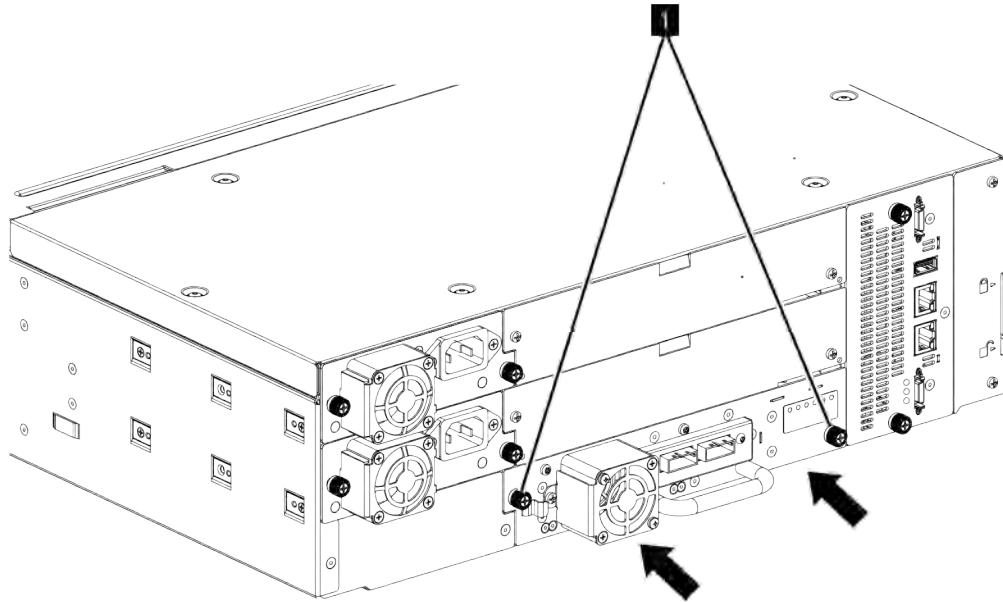

Figura 69. Installazione di un'unità nastro
3. Stringere le viti a testa piatta (**1** in Figura 69 a pagina 163) con le dita fino a quando l'unità nastro non è sicura.